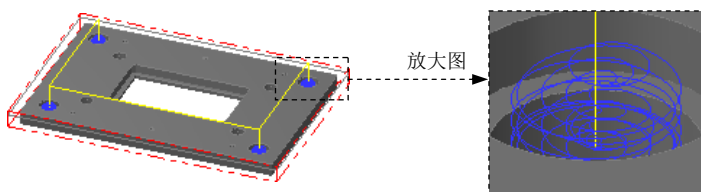

图 2.26 刀具路径
Step7. 单击“2D 刀具路径-螺旋铣孔”对话框中的按钮，完成加工参数的设置，此时系统将自动生成图 2.26 所示的刀具路径。